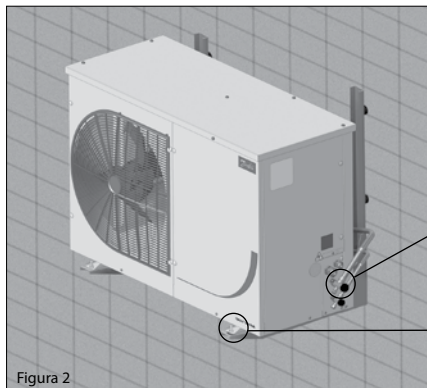

Figura 2
- Grupul trebuie instalat în siguranță pe un suport stabil și rigid, fixat de la început. Consultați figura 2